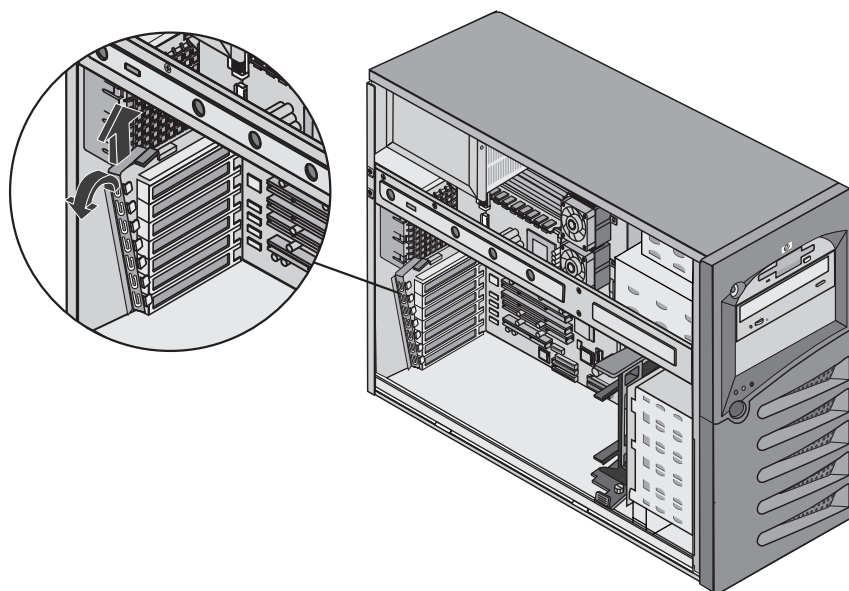

Figura 2-20: Extracción del soporte de bloqueo de E/S
6. Extraiga el soporte de bloqueo de E/S. Consulte la figura 2-20.